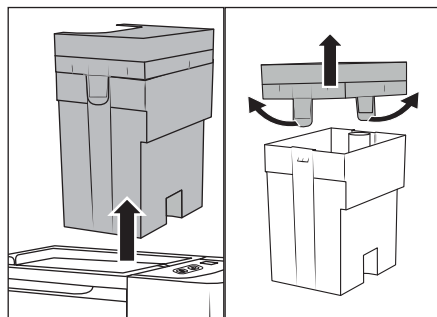

Fig. 7
- ◆ Prendere il contenitore dell'acqua sporca **7**  dall'impugnatura del coperchio **3** ed estrarlo dall'apparecchio verso l'alto (vedere fig. 7).
- ◆ Tirare leggermente le due linguette d'arresto verso l'esterno e togliere il coperchio **3** (vedere fig. 7).